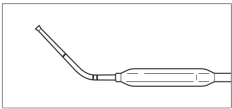

图 8：咽鼓管弯曲
– **咽鼓管**：治疗咽鼓管时，建议在 2 cm 标记处弯曲约 45°（图 8）。